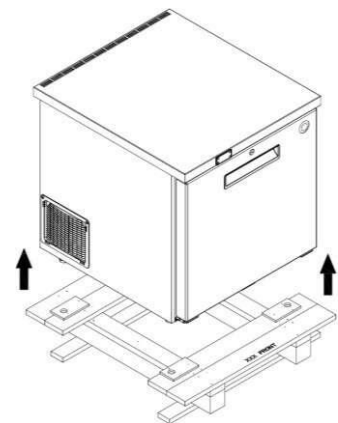

Fig. 3
- L'armoire peut être soulevée de la palette pour enlever la palette en bois (voir Fig 3)